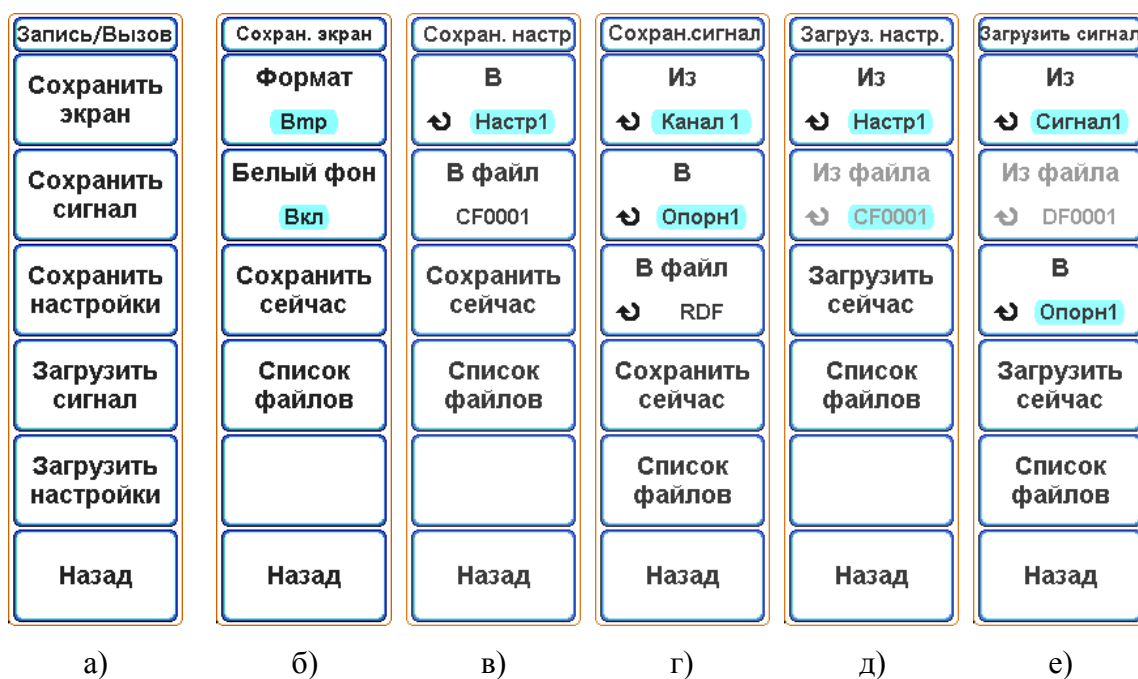

Рисунок 6.30 – Экранное меню: а) «Запись/Вызов»;
- в меню «Запись/Вызов» (рисунок 6.30, а) нажать экранную кнопку «Сохранить экран». При этом откроется подменю «Сохранить экран» (рисунок 6.30, б);
- в меню «Запись/Вызов» (рисунок 6.31, а) нажать экранную кнопку «Сохранить настройки». При этом откроется подменю «Сохранить настройки» (рисунок 6.30, в);
- в меню «Запись/Вызов» (рисунок 6.30, а) нажать экранную кнопку «Сохранить сигнал». При этом откроется подменю «Сохранить сигнал» (рисунок 6.30, г);
– в меню «Запись/Вызов» (рисунок 6.30, а) нажать экранную кнопку «Загрузить настройки». При этом откроется подменю «Загрузить настройки» (рисунок 6.30, д);
– в меню «Запись/Вызов» (рисунок 6.30, а) нажать экранную кнопку «Загрузить сигнал». При этом откроется подменю «Загрузить сигнал» (рисунок 6.30, е);